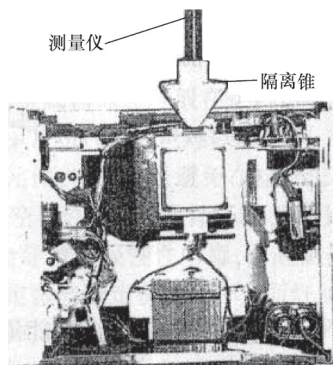

图 3-37 移开外壳测量微波泄漏
5) 如前所述, 用测量仪和带有隔离锥的探针测量磁控管四周区域, 导风罩表面和波导管表面, 如图 3-37 所示, 但要